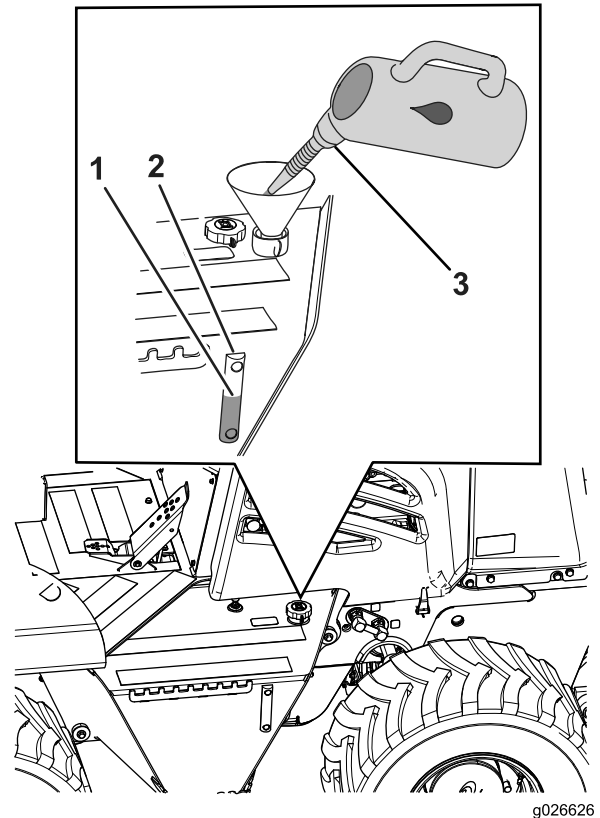

Figure 21
3. Contrôlez le niveau de liquide hydraulique dans le regard de niveau situé sur le côté du réservoir hydraulique (Figure 21).
4. Si le niveau de liquide hydraulique est en dessous du repère minimum, enlevez le bouchon de remplissage (Figure 21), ajoutez la quantité requise du liquide spécifié pour faire monter jusqu'au repère maximum, puis remettez le bouchon de remplissage en place.